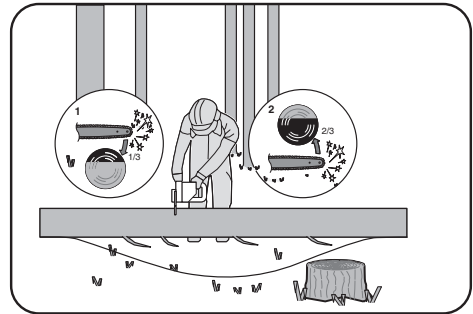

Figura 4
Quando o tronco estiver apoiado em ambas as extremidades, conforme ilustrado na Figura 4, corte 1/3 do diâmetro da parte superior (corte superior) (1). De seguida, realize o corte final através do corte superior de 2/3 inferiores (2) para ir ao encontro do primeiro corte.